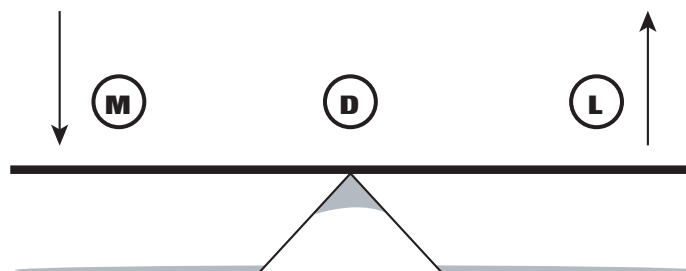

Fig. 3
- (b) Dit soort hefbomen verandert altijd de richting van de macht, zodat macht en last altijd in tegenovergestelde richting bewegen. Een duw naar beneden aan de ene kant geeft een opwaartse beweging aan de andere kant. (Fig. 3)